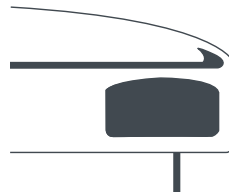

Fig.14
Orifício de segurança (6). No caso de se produzir pressão excessiva, o vapor é libertado através do corte do orifício de segurança situado no rebordo da tampa (Fig. 14). Este é um mecanismo de segurança que só será ativado em caso de utilização anormal. Se as duas válvulas, a de funcionamento e a de segurança, estiverem bloqueadas devido a, por exemplo, um enchimento excessivo da panela, a pressão expela a junta de silicone e permite que a pressão se liberte através deste orifício. Se isso ocorrer, deve levar a panela ao **Serviço Técnico Autorizado** mais próximo para examinar todos os sistemas de segurança.